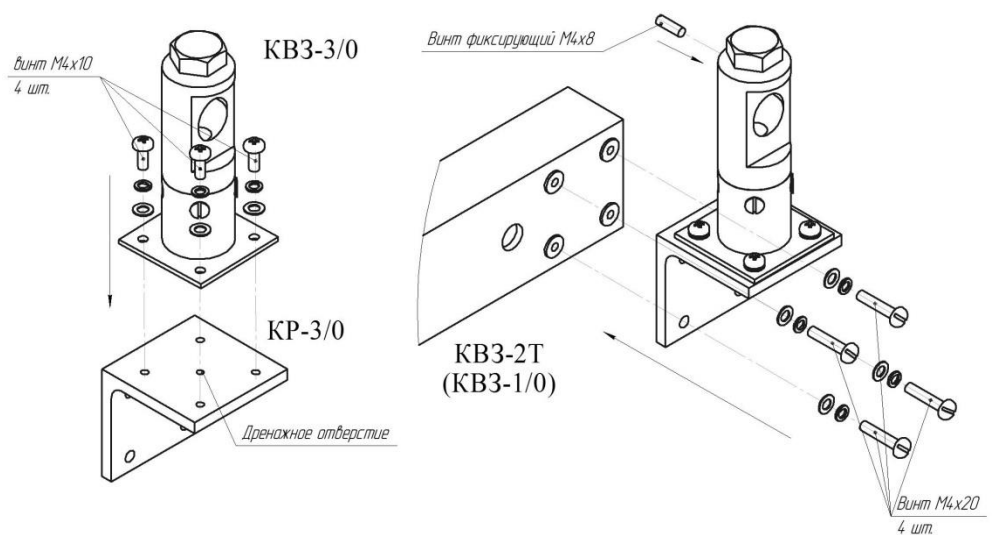

Рис. 10.2
11.2.3 Немного ослабить зажимные болты КВЗ (см. рис. 10.2) до возможности изменения угловых положений БПРД и БПРМ. Включить режим ЮСТИРОВКА (юстировки блоков).